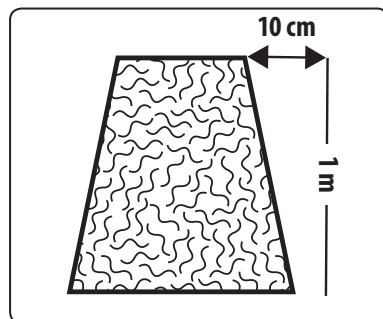

Abb. 3
- Es ist empfohlen, den lebendigen Zaun in eine solche Form zu schneiden, dass die Basis etwas breiter ist, als der obere Teil, denn eine solche Gestaltung erleichtert das Eindringen von Sonnenstrahlen in das Bewuchsinnere, siehe Abb.3..